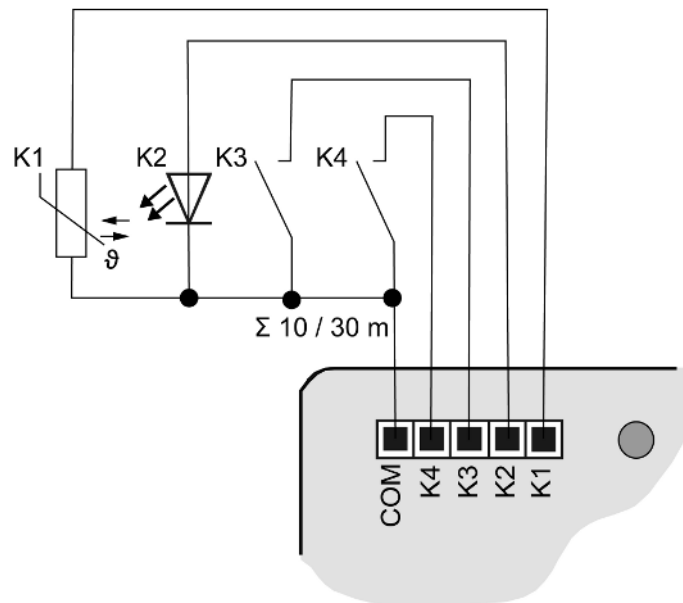
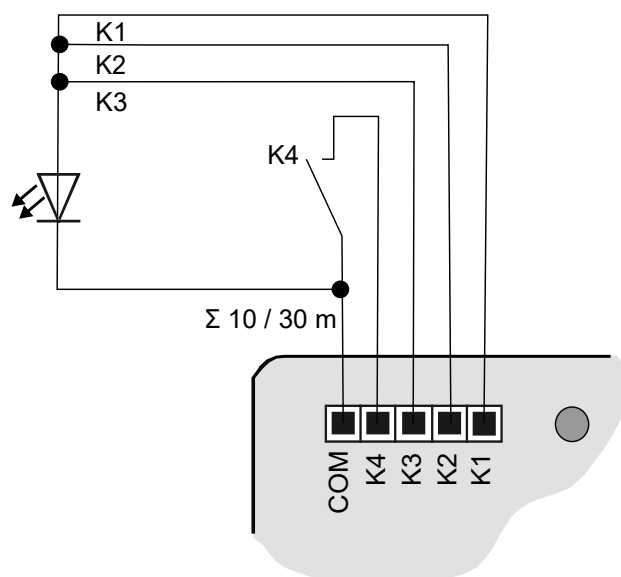

рисунок 7: Пример подключения
рисунок 8: Пример подключения с параллельно включенными выходами
- Дополнительно (только вариант "Комфорт") (см. главу "Принадлежности" ▶ Страница 27): Нажимные кнопки, механические выключатели, контакты. Подключите светодиод или NTC в соответствии с примерами подключения с помощью прилагаемых соединительных кабелей. В примерах подключения (и (см. рисунок 8)) показано использование с входами, выходами и датчиками.
- Подключите нажимные кнопки, механический выключатель, контакты, светодиоды или NTC в соответствии с примерами подключения с помощью прилагаемых соединительных кабелей ((см. рисунок 7) и (см. рисунок 8)). В примерах подключения показано использование с входами, выходами и датчиками.
Возможно параллельное включение выходов, для потребителей с более высоким потреблением электроэнергии. Пример (см. рисунок 8) K1-K3 здесь включены параллельно.